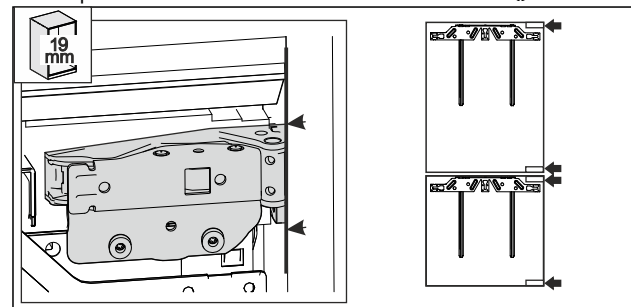

Fig. 54 *
- Странична стена с дебелина 19 mm: предният ръб на пантите е изравнен наравно с предната страна на страничната стена на шкафа. Fig. 54 ()